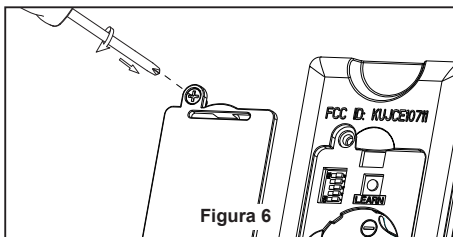

Figura 6
- 6.** Instale la unidad LED en la ensamble del kit de iluminación mediante los dos chaveteros. Vuelva a colocar el los tornillos extraídos en el paso 3 y apriete todos los tornillos. (Figura 6)
6. Vuelva a colocar la cubierta de la batería en el mando a distancia con un tornillo retirados previamente. (Figura 6)